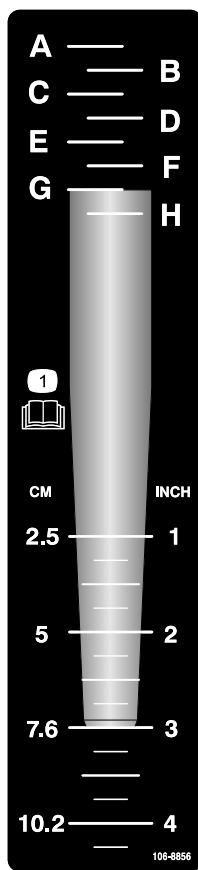

図 23
1. 図 23 のように、使用するタイヤの先端を、深さ表示ステッカーに表示されている希望深さに合わせる。
2. タイヤの取り付け側に一致している英文字を確認する 図 23。深さ調整でその英文字の深さに調整する。